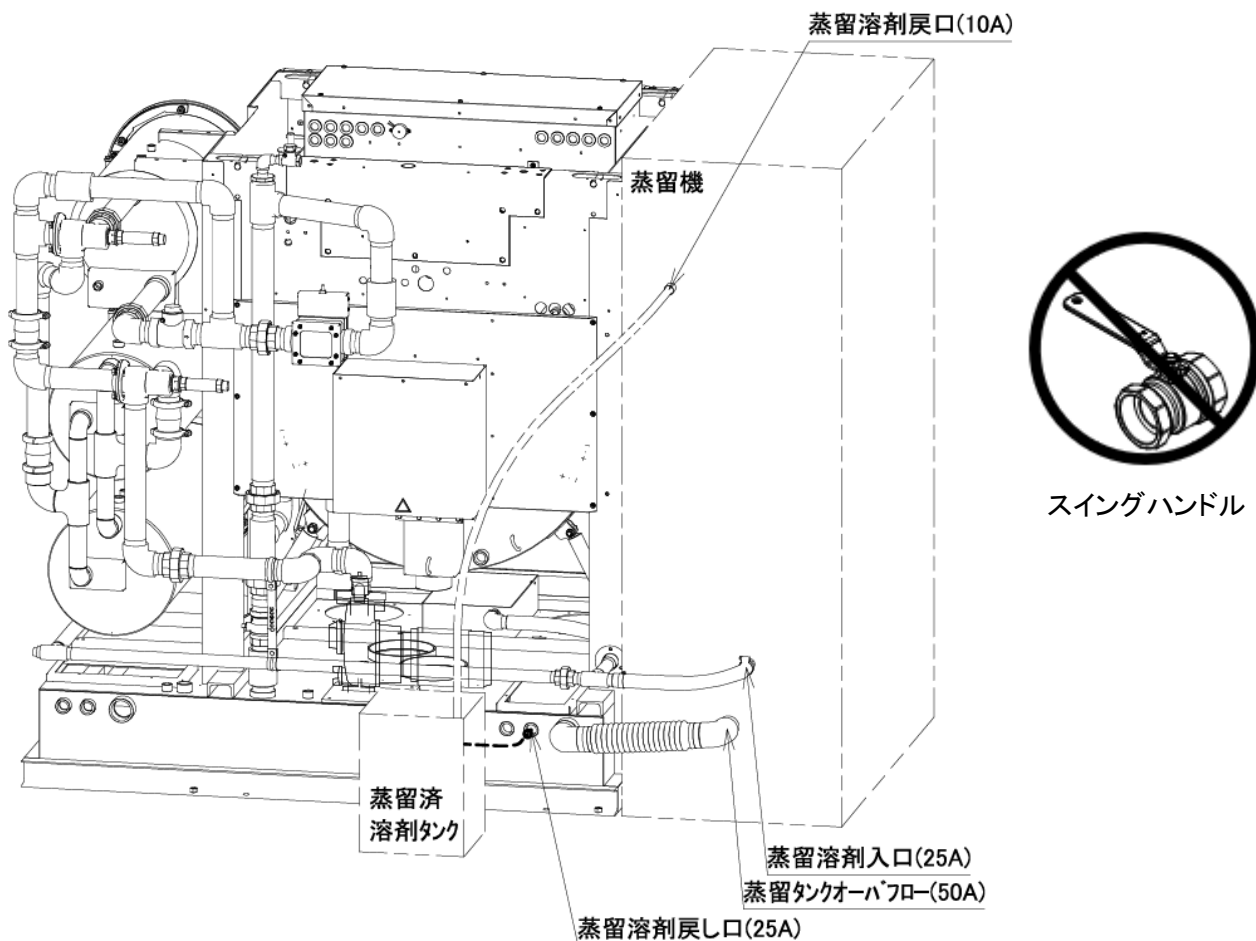

図 5-4
- ・ ベースタンクから蒸留溶剤入口に直接接続する場合 (図 5-4)